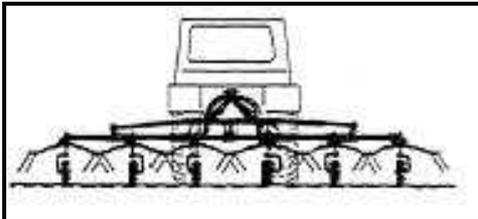

Abbildung 13
4. Maschine mittels hydr. Druck in Arbeitsstellung schwenken (Abb. 13).